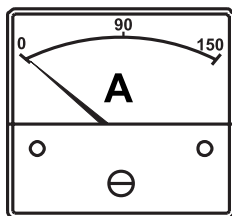

Figure 50. Ampèremètre (sans charge)
8. La **jauge de l'ampèremètre CA** (Figure 50) indiquera **zéro ampère** sans charge appliquée. Lorsqu'une charge est appliquée, l'ampèremètre indique la quantité de courant que la charge tire du générateur.